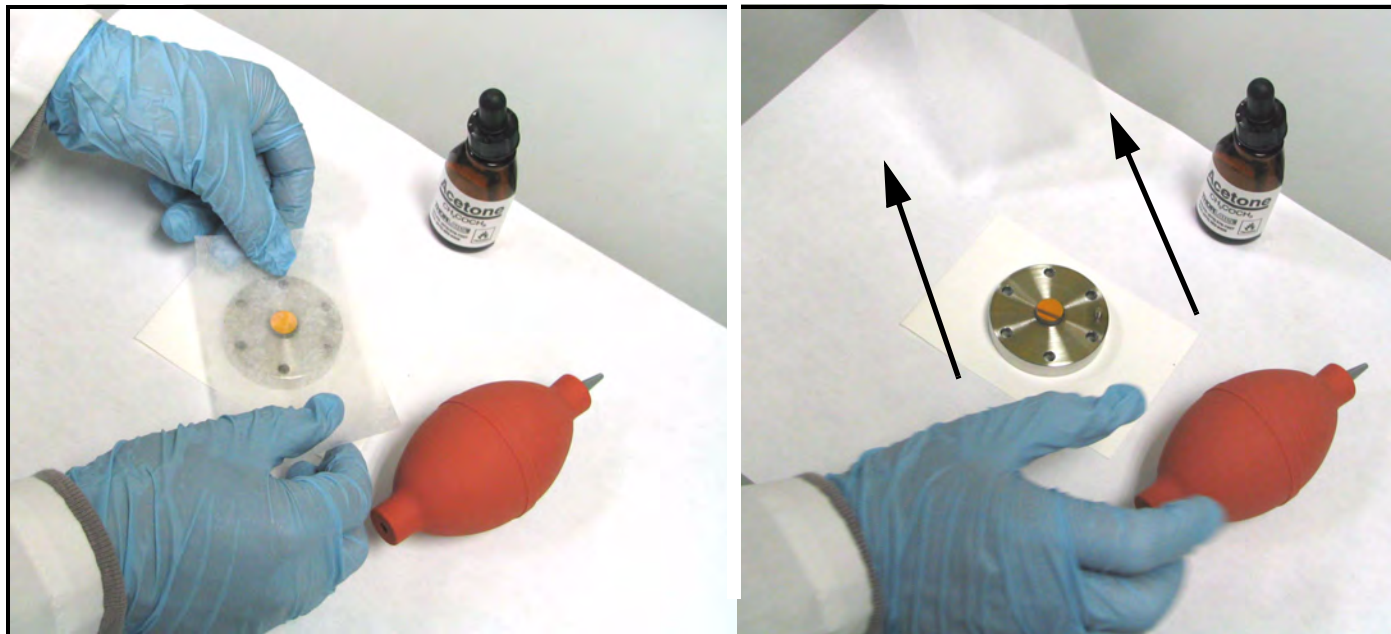

Figura 78: Passaggio del panno inumidito sullo specchio
8. Collocare il panno inumidito sopra lo specchio e strofinarlo orizzontalmente sulla superficie dello specchio (vedere la Figura 78).